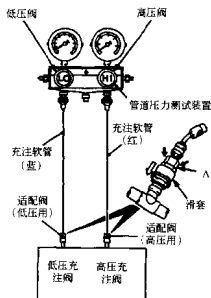
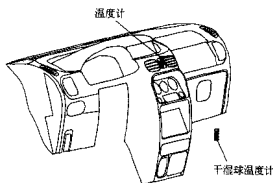
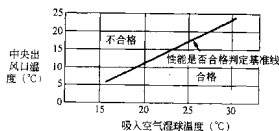

图 18-10
图 18-11
图 18-12
10. 性能试验 (图 18-10、图 18-11、图 18-12)